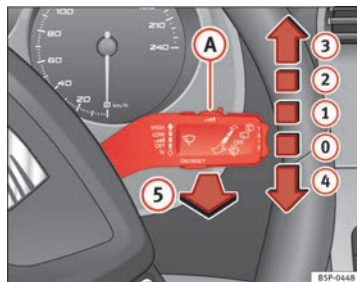

Fig. 84 Palanca del limpia-lavacristales
La palanca del limpiacristales ⇒ fig. 84 tiene las siguientes posiciones:
● Si se detiene el vehículo estando el limpiaparabrisas funcionando en la posición ② ⇒ fig. 84 o en la posición ③, automáticamente comenzará a funcionar en una posición inferior. Si el vehículo reinicia la marcha, el limpiaparabrisas seguirá funcionando en la posición seleccionada originalmente.